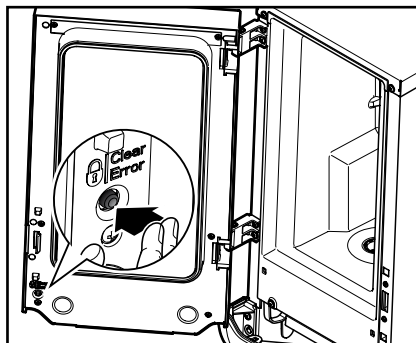

Fig. 22
2. Tryk på kontakten LÅS/Clear-Error for at spærre drikkeaftapningen (fig. 22).
3. For at låse kaffemaskinen op skal du trykke på LÅS/Clear-Error-kontakten igen for at aktivere drikkeaftapningen (fig. 22).